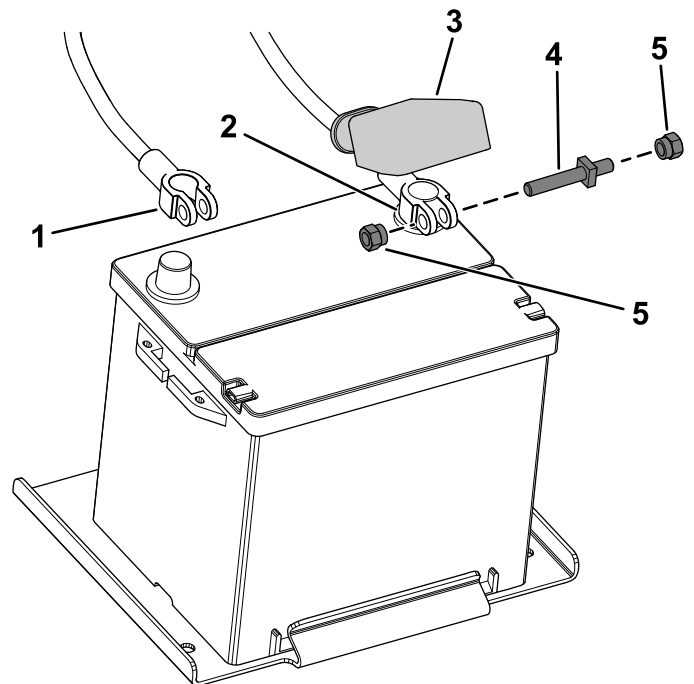

Figura 94
1. Desconecte los cables de la batería (Figura 94).
2. Conecte los cables de la batería (Figura 94).